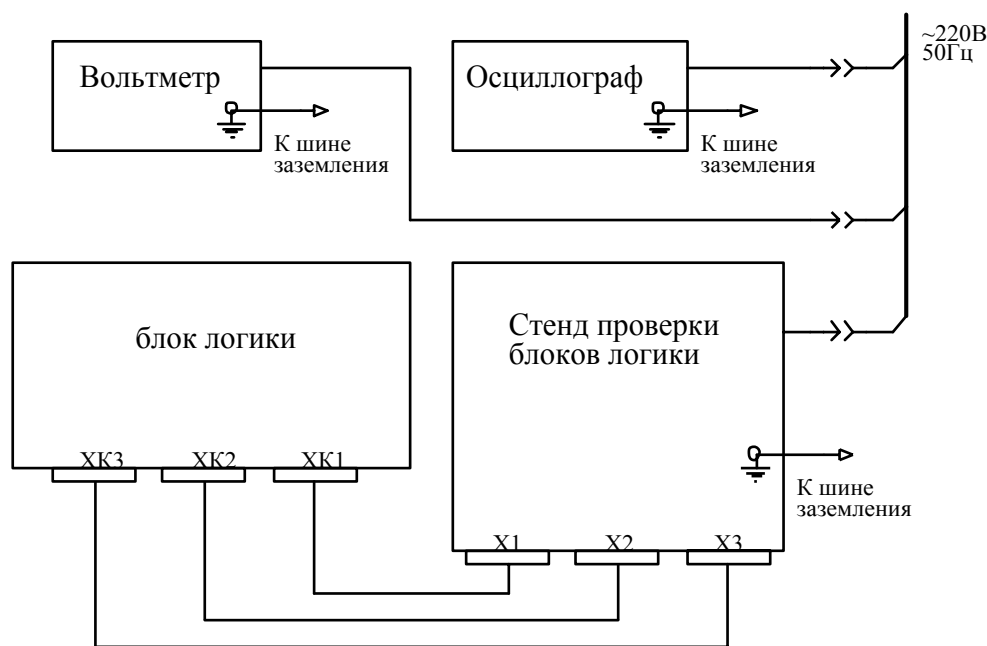

Рис. 7.1. Схема настройки и ремонта изделия.
7.4. Собрать схему для настройки изделия согласно рис.7.1.